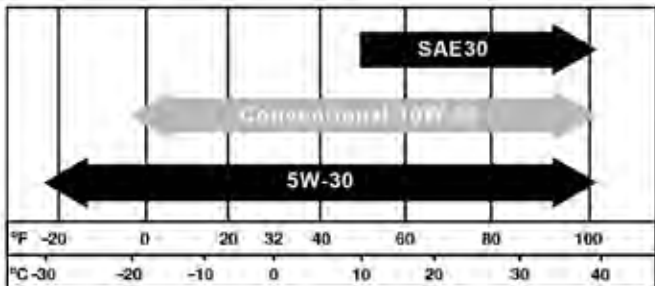

Figura 12 - Aceite recomendado
1. Utilice únicamente el aceite del motor especificado en la Figura 12.
7. Seleccione el aceite de motor adecuado como se especifica en la figura 12.